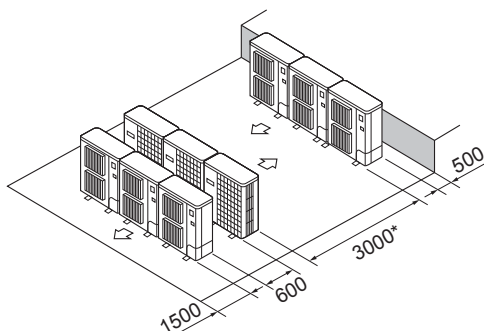

Fig. 2-14
- ⑥ Flere parallelle enheder arrangement (Fig. 2-14)